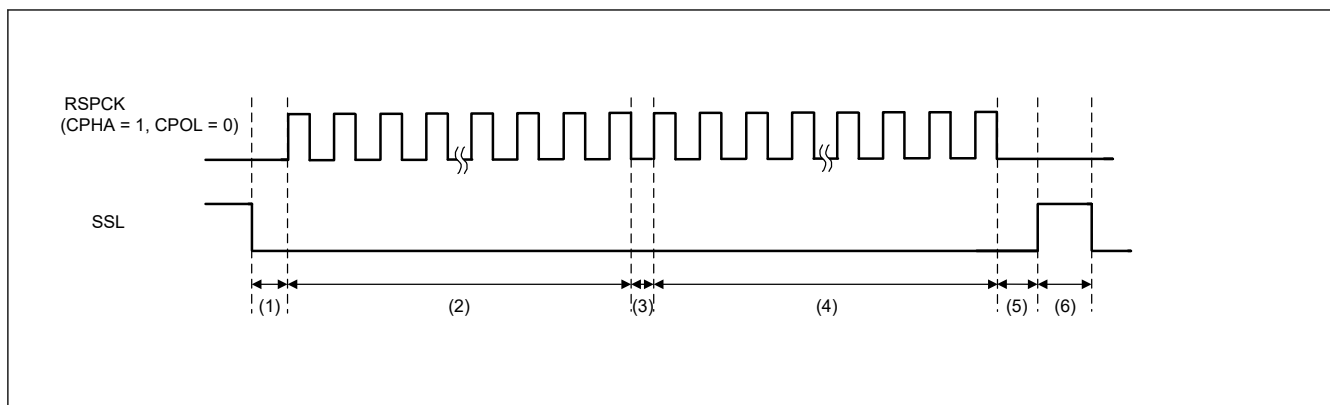

図 32.47 SSLKP ビットを利用したバースト転送の動作例 (BFDS = 1)
図 32.47 に SPCMD0 および SPCMD1 レジスタの設定値を使用してバースト転送を実現した場合の SSL 信号の動作例を示します。以下では、図 32.47 に示す (1)～(6) の SPI 動作内容について説明します。SSL 出力信号の極性は、SPI スレーブ選択極性レジスタ (SSLP) の設定値に依存します。